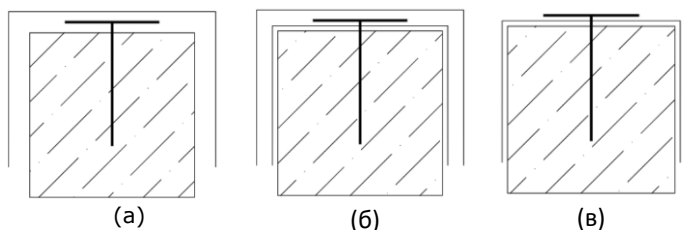

Рисунок 2. Схема расположения анкера Карбон АТ в системе внешнего армирования
- под элементы системы внешнего армирования (рис. 2а),
- между слоями СВА (рис. 2б),
- поверх финишного слоя СВА (рис. 2в).